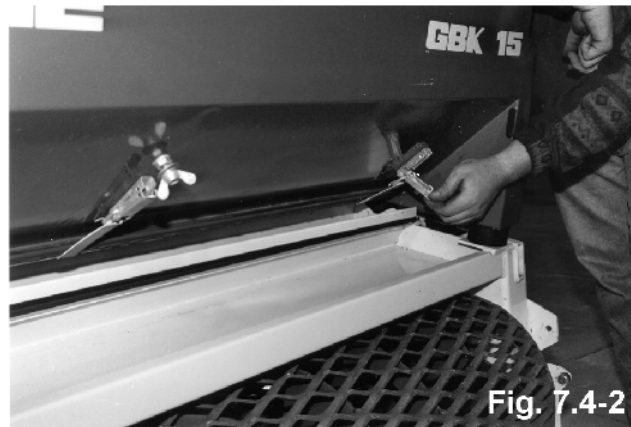
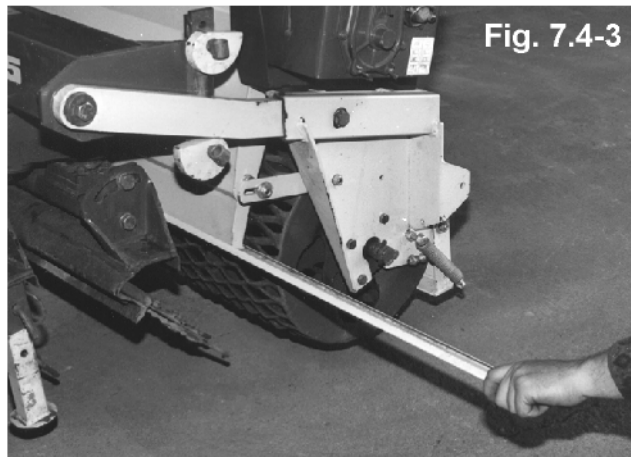

Fig. 7.4-2
Fig. 7.4-3
- Öffnen der Spannhaken (Fig. 7.4-2) Bodenblech nach unten klappen. Das Saatgut fließt in die Rutsche und dann in den Beutel, indem man die Schiene langsam von der Rutsche zieht (Fig. 7.4-3),